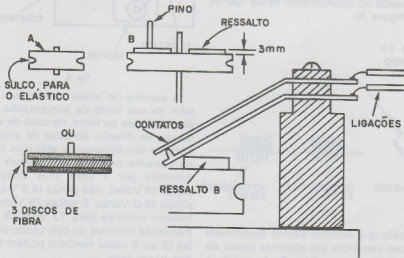

fig. 6
- 1) Na pág. 20, abaixo da fig. 6 onde consta: